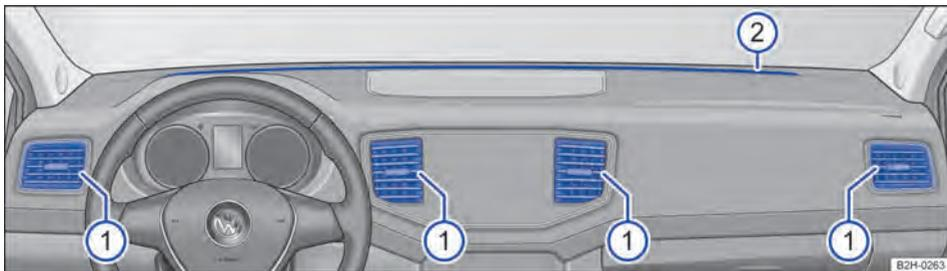

Fig. 87 No painel de instrumentos: difusores de ar.
Para atingir a potência de aquecimento, refrigeração e entrada de ar satisfatória no interior do veículo, os difusores de ar devem permanecer abertos → Fig. 87 ①.
Legenda para → Fig. 87: